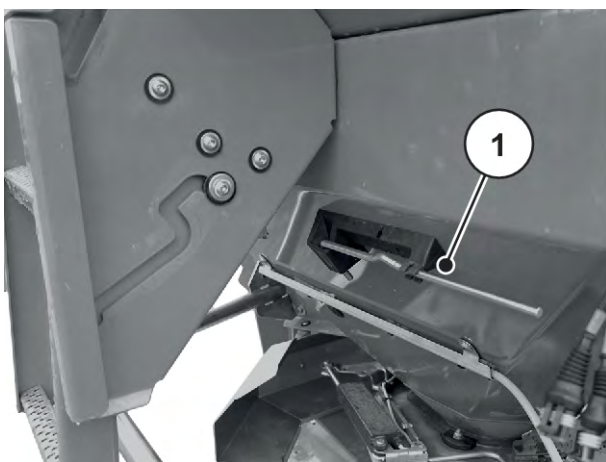

Fig. 32: Poziția manetei de reglare AXIS xx.2
- ▶ Plasați înapoi maneta de reglare pe suportul prevăzut. A se vedea *Fig. 32 Poziția manetei de reglare AXIS xx.2*